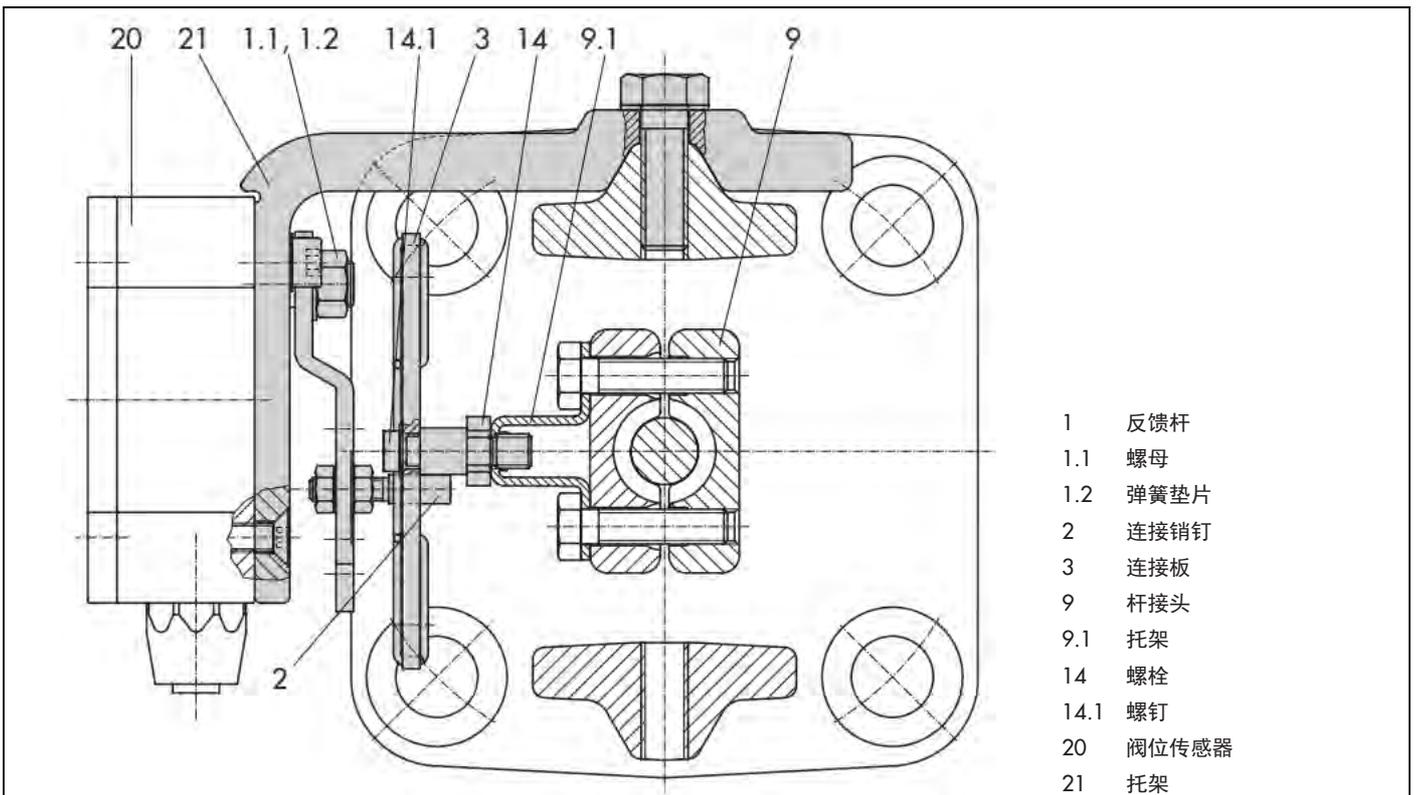

图27: 根据IEC 60534-6 (NAMUR)标准安装
- 转动连接板(9)，使故障-安全动作"执行机构推杆伸出"或"执行机构推杆缩回"的符号与标记(图27, 下方)。
→ 见图27